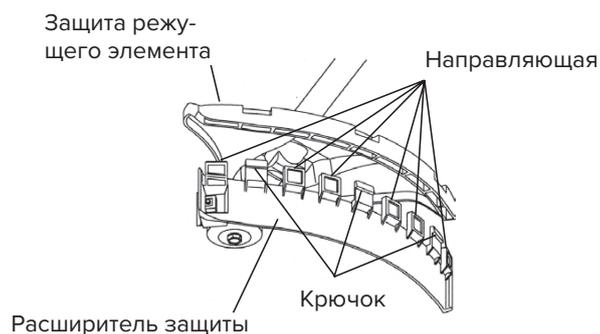

Рис. 5d
3. Вставьте расширитель защиты в разрез защиты режущего элемента (рис. 5d).